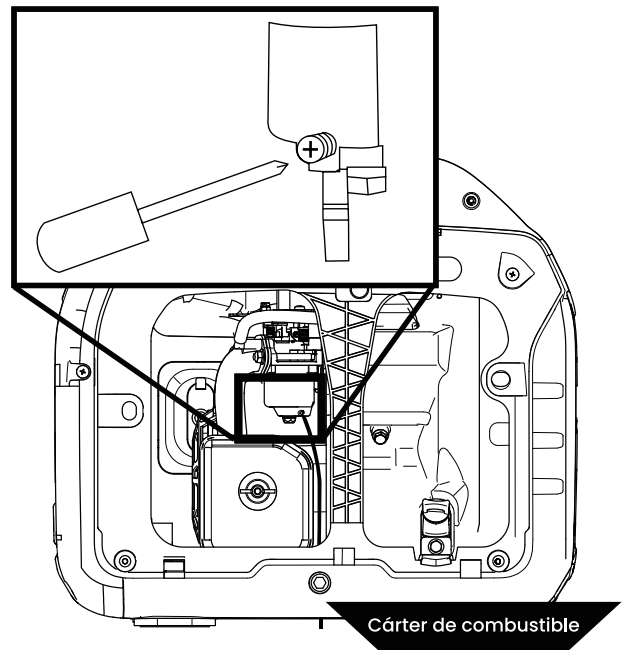

Figura 17: Afloje el tornillo de la taza del flotador
3. Afloje el tornillo de drenaje de la taza del flotador (vea la Figura 17) hasta que se vea que combustible se esté drenando de la taza del flotador.